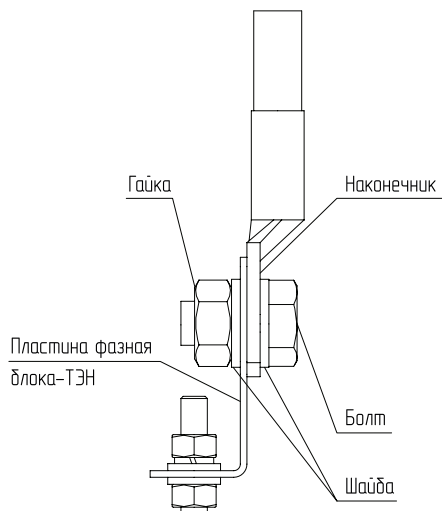

Рис.6 Присоединение проводов к выводам блок ТЭН
- При замене блок ТЭН присоединение фазных проводов к выводам блок ТЭН производить согласно **Рис.6**;
- Провод нейтрالي «N» подключить на перемычку блока ТЭН (**Рис.6**).